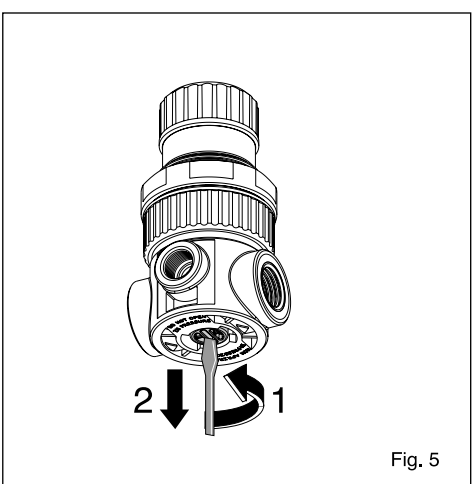

Fig. 5
- 2) Den Stopfen auf der Unterseite des Mikrodrukreglers um 90° gegen den Uhrzeigersinn loslockern (Abb. 5);
- 2) 将调节器底部的塞子逆时针方向旋转90度 (图5)。
- 2) Отвинтите на 90°, против часовой стрелки, пробку, расположенную в нижней части микрорегулятора (рис.5);